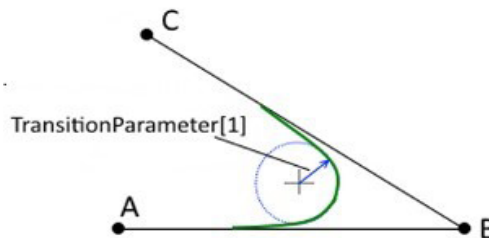

图1.5 拐角过渡模式
3) TransitionParameter[1]仅在CP模式下有效，用来作为圆弧过渡的最小过渡圆弧半径，如图1.5所示。另外，指令本身也会计算最小的过渡圆弧半径。规划的轨迹，其实际过渡圆弧半径不得小于上面的两个数值，否则圆弧过渡将无法执行，运动将无法执行，导致指令中断。